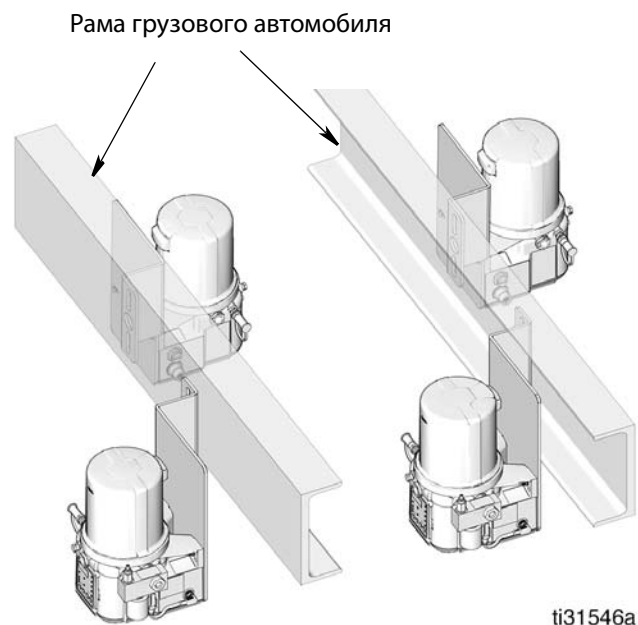

Рис.8
- Зафиксируйте насос непосредственно на внешней или внутренней поверхности нижней рамы грузового автомобиля при помощи монтажного кронштейна, как показано на Рис.8.